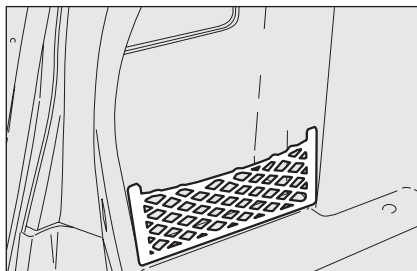

fig. 14
- **fig. 14** - versione senza sportello laterale